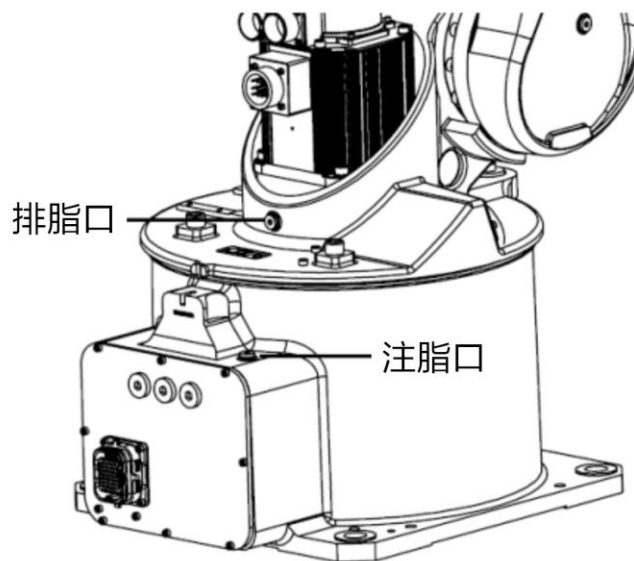

图 11-8 更换 J1 轴减速器润滑脂
- 步骤4. 拆下排脂口密封螺塞和密封垫圈，如图 11-8 所示。